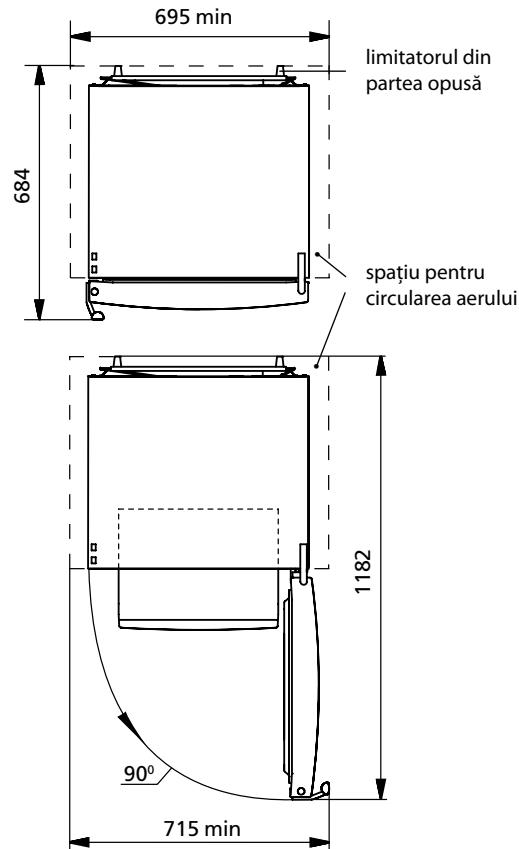

Figura 2 – Congelator (vedere de sus)
1.6 Spațiul total necesar pentru funcționarea congelatorului este determinat de dimensiunile prezentate în figura 2 în milimetri. Designul congelatorului oferă unghiul maxim de deschidere a ușii – de 110°. Pentru a preveni deteriorarea congelatorului **NU APLICĂȚI FORȚĂ EXCESIVĂ** pentru a deschide ușa la un unghi mai mare de 110°.